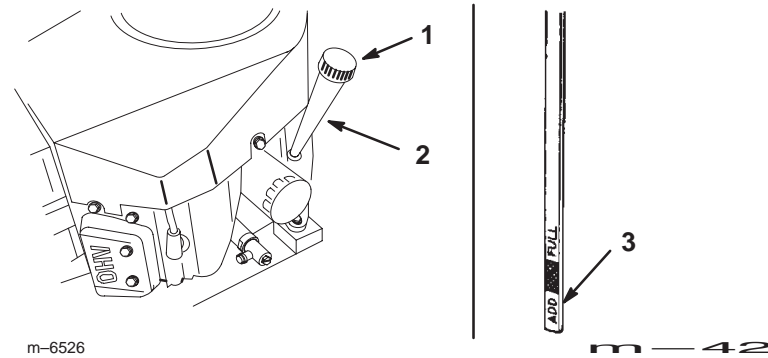

Figure 16
- Nettoyez la surface autour de la jauge d'huile (Fig. 16) pour éviter que des impuretés ne s'introduisent dans le goulot de remplissage, ce qui risquerait d'endommager le moteur.
- Dévissez la jauge d'huile et essuyez soigneusement l'extrémité métallique (Fig. 16).
- Renfonchez la jauge complètement dans le tube de remplissage sans la visser (Fig. 16). Sortez de nouveau la jauge et examinez l'extrémité métallique. Si le niveau est bas, versez lentement juste assez d'huile dans le goulot de remplissage pour amener le niveau au repère du plein (**Full**) sur la jauge.
10. Nettoyez la surface autour de la jauge d'huile et dévissez le bouchon (Fig. 16).
11. Versez lentement environ 80% de la quantité d'huile spécifiée dans le goulot de remplissage (Fig. 16) (voir Changement de l'huile moteur et du filtre, page 23).